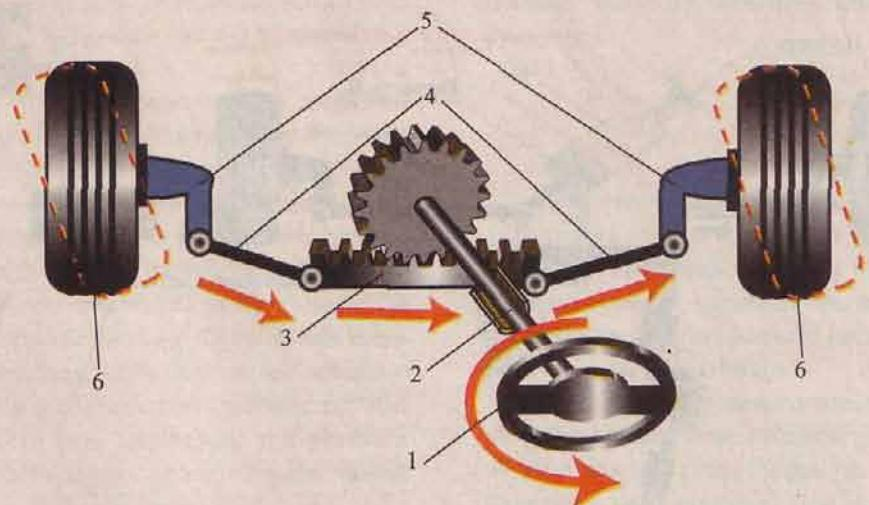

Рис. 48 Схема рулевого управления с механизмом типа "шестерня-рейка"
**Рулевой механизм реечного типа (рис. 48)** отличается от червячного тем, что вместо пары «червяк-ролик» применяется пара – «шестерня-рейка». Иными словами, поворачивая рулевое колесо, водитель на самом деле вращает шестерню, которая заставляет рейку перемещаться вправо или влево. А дальше рейка передает усилие, прилагаемое к рулевому колесу, на рулевой привод.
**Рулевой привод, применяемый с механизмом реечного типа (рис. 48),** также отличается от своего предшественника. Он упрощен и имеет всего две ру-